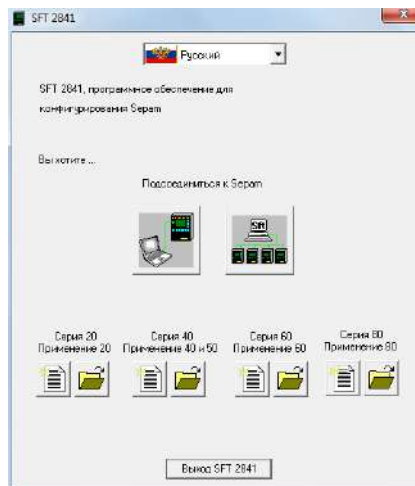

Рисунок 5.3 – Окно «SFT–2841»
6. Запустить приложение SFT2841, в окне программы (рис. 5.3) нажать кнопку